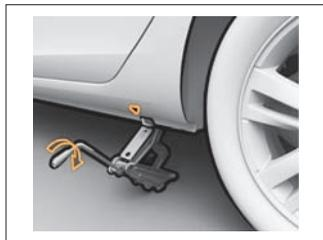

Рис. 3. Положение домкрата при замене колеса
– Установите домкрат в ближайшее к заменяемому колесу обозначенное место так, чтобы выемка в упоре домкрата вошла в ребро порога, а пята домкрата находилась точно под упором (рис. 3).